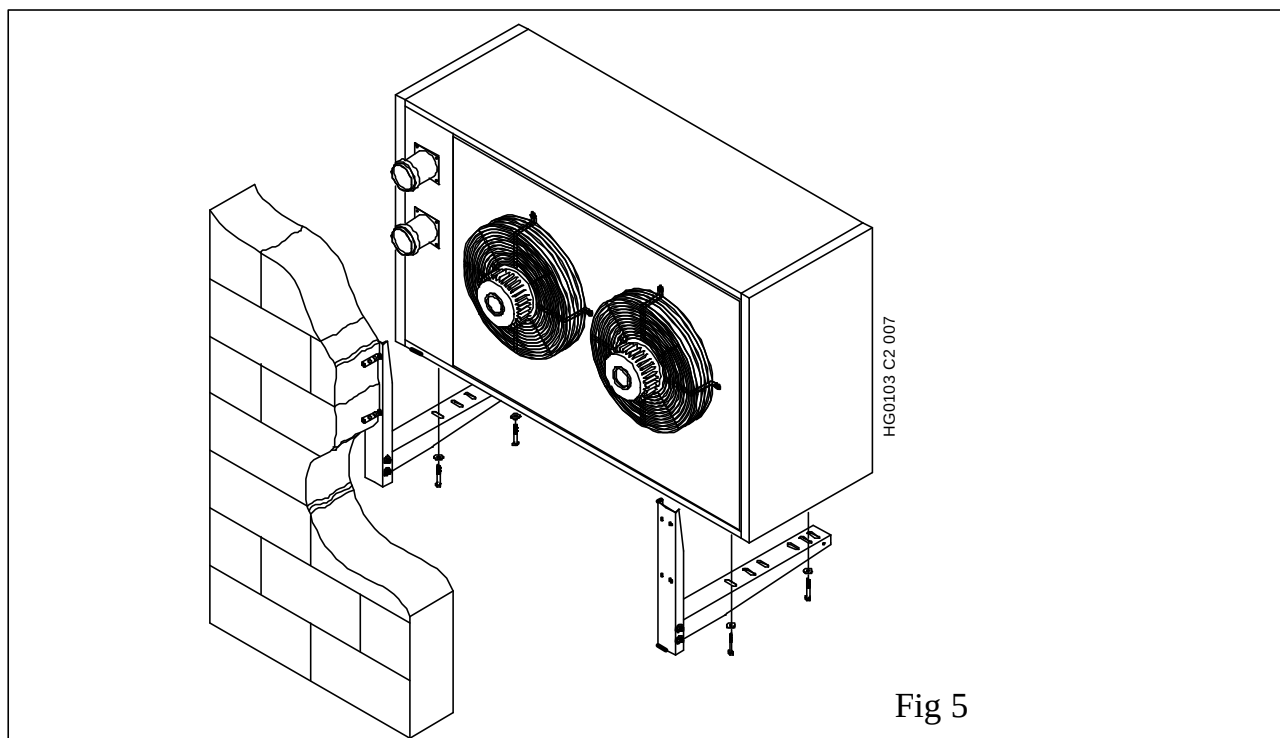

Fig 5
- bloccare il generatore con apposite viti M8 fornite a corredo, interponendo delle rondelle elastiche antisvitamento fra vite e staffa. (fig5)